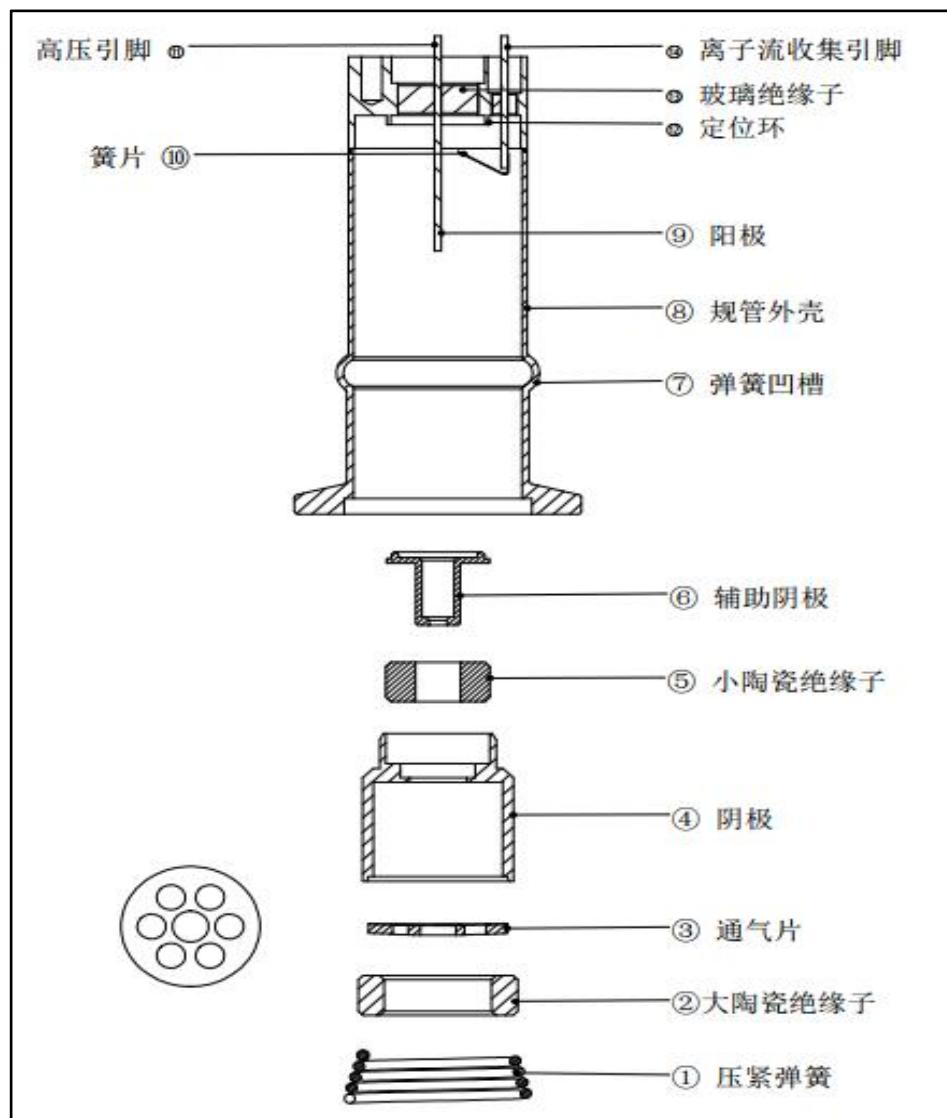
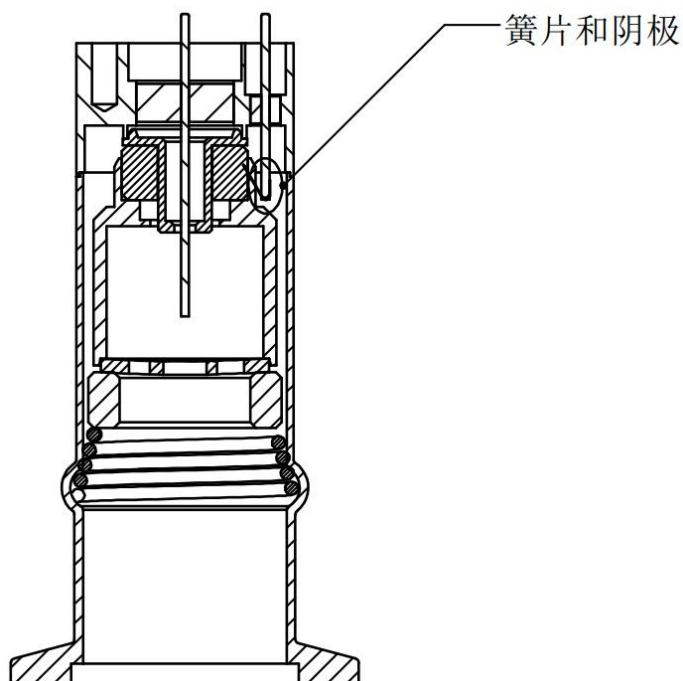

图 5-1:RBL-503C 传感器装配示意图
图 5-2:传感器内部的弹簧片和阴极
所需工具: 清洁镊子、平嘴钳、尖嘴钳。在所有操作和清洁过程中都要戴橡胶手套。**拆卸及组装时, 要避免镊子等工具损伤组件。**拆卸和清洗如图 5-1 所示, 最终重新组装如图 5-2 所示。
注意:拆卸或组装传感器时，不要弯曲离子流收集针、阳极和弹簧片(见图 5-2)。
2. 将小陶瓷绝缘子套到辅助阴极的小端上。检查簧片是否会接触到阴极的底部，如图 5-2 所示。如果没有，取下小陶瓷绝缘子和辅助阴极，用镊子轻轻弯曲簧片朝向阳极，然后再重新安装辅助阴极和小陶瓷绝缘子。
3. 将阴极、通气片和大陶瓷绝缘子安装到位。通气片具有凹形。请参见图 5-2 中所示，以了解其安装方向。